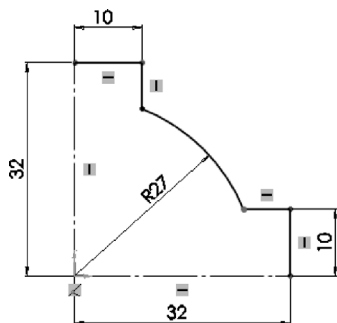

图 2-8 标注尺寸 1
**03** 标注尺寸。单击“草图”控制面板中的“智能尺寸”按钮, 标注尺寸 1, 如图 2-8 所示。